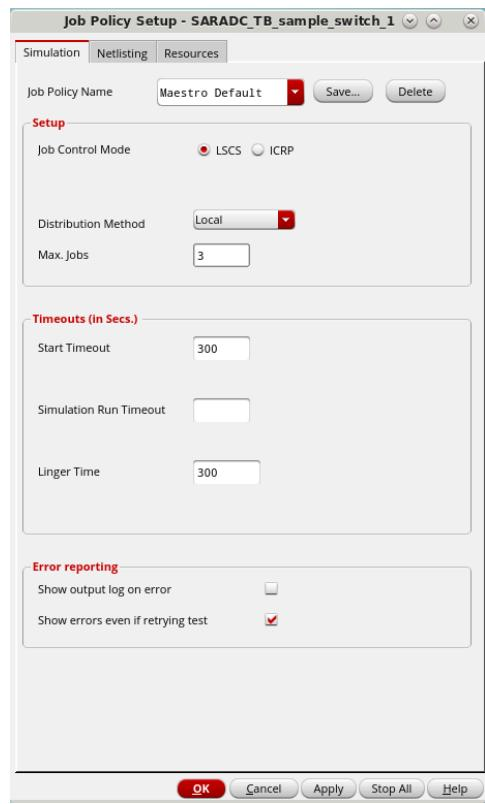

图 106 多任务设置
- 使用**参数扫描**时，每个参数值都会进行一次仿真，因此参数值越多，仿真时间越长。如果同时开启**多个任务**，进行多个参数值的仿真，就能减少仿真排队时间。在图 44 中黄框部分的 Setup -> Job Setup，弹出如图 106 所示的对话框。在 Max. Jobs 属性栏输入你希望同时进行的仿真数，建议该值选取不要超过 5，以免给服务器造成太大压力。其余选项保持默认。点击 OK 按钮即可。